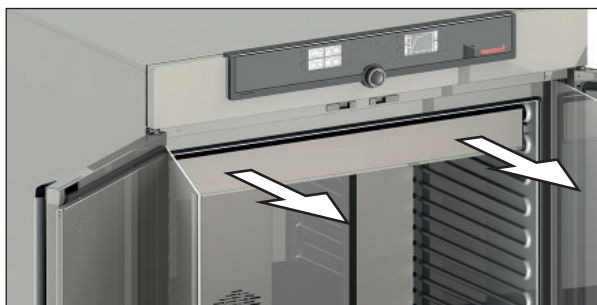

Abb. 33 Lichtkassette herausziehen
3. Lichtkassette etwas anheben und vorsichtig aus dem Gerät ziehen (Abb. 33).